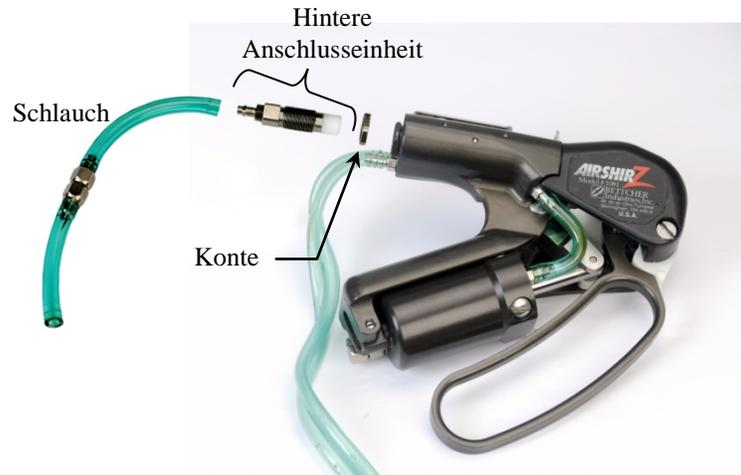

ABB. 68
9.4.18 Einbau der hinteren Anschlußbaugruppe (siehe Abb. 68)